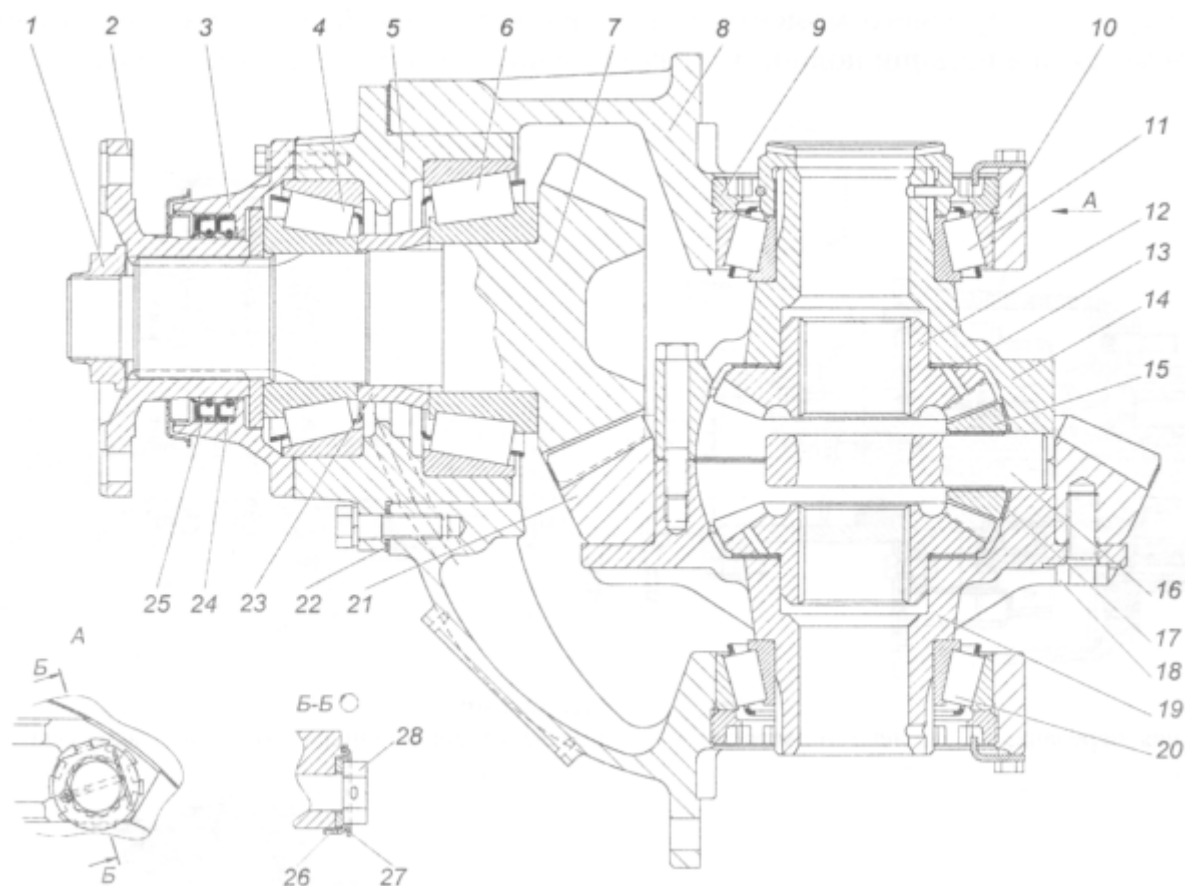

**Рис. 7.54. Мост задний:** 1 - колесная передача; 2 - камера тормозная; 3 - передача главная заднего моста; 4 - выключатель света заднего хода.
**Средний и задний мосты** (рис. 7.54 и 7.55) - ведущие, с центральной одноступенчатой главной передачей, с планетарными колесными передачами, с механизмом блокировки межколесного дифференциала.